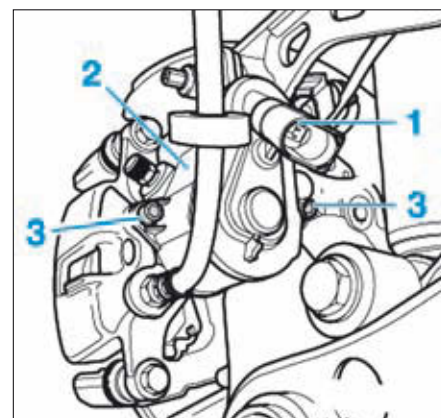

FIG. 19
- Débrancher le connecteur (1) du servofrein (2) (Fig.19).
- Dévisser les 2 vis (3) du servomoteur (2).